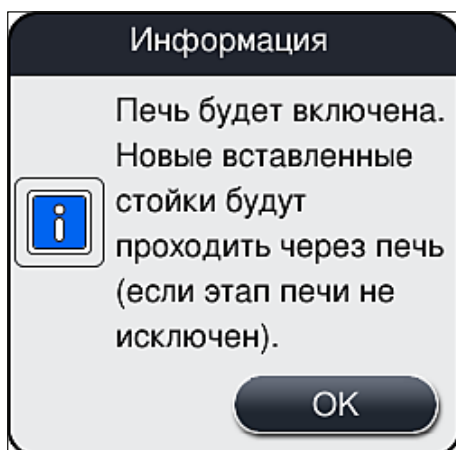

Рис. 35
3. Подтвердите включение печи нажатием кнопки **Сохранить** (→ Рис. 33-5), после чего ознакомьтесь с информационным сообщением на дисплее (→ Рис. 35) и подтвердите его нажатием **ОК**.